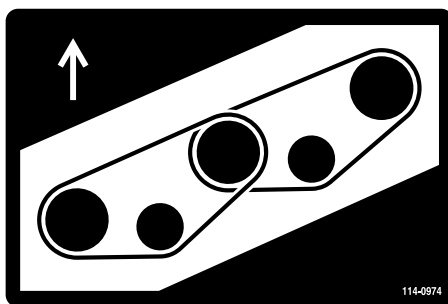
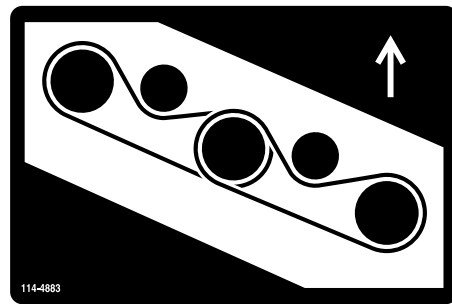

Bild 118
Bild 119
7. Verlegen Sie den neuen Riemen um die Spindelscheiben und die Spannscheiben (Bild 118 und Bild 119).